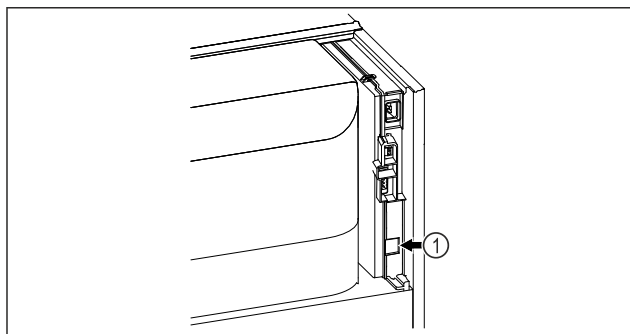

Fig. 140
- ☐ SmartModule Fig. 140 (1) è inserito.